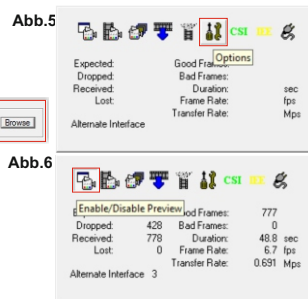

Abb.6
- Wählen Sie die Registerkarte „Enable / Disable Preview“ (Abb.6) und schalten Sie das Nachtsichtgerät ein, so wird das Bild, das in das Objektiv des Gerätes gelangt, auf den Bildschirm des Computers übertragen.